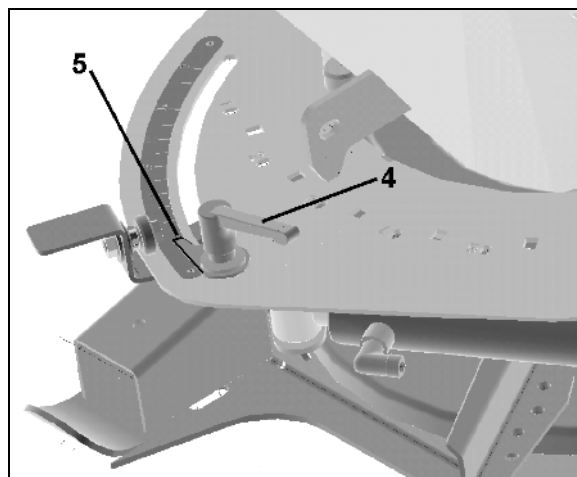

Fig. 37
2. Soltar la palanca de regulación (Fig. 37/4).
3. Ajustar la palanca de regulación con el indicador de forma que el borde de lectura del indicador (Fig. 37/5) señale el valor deseado de la escala.